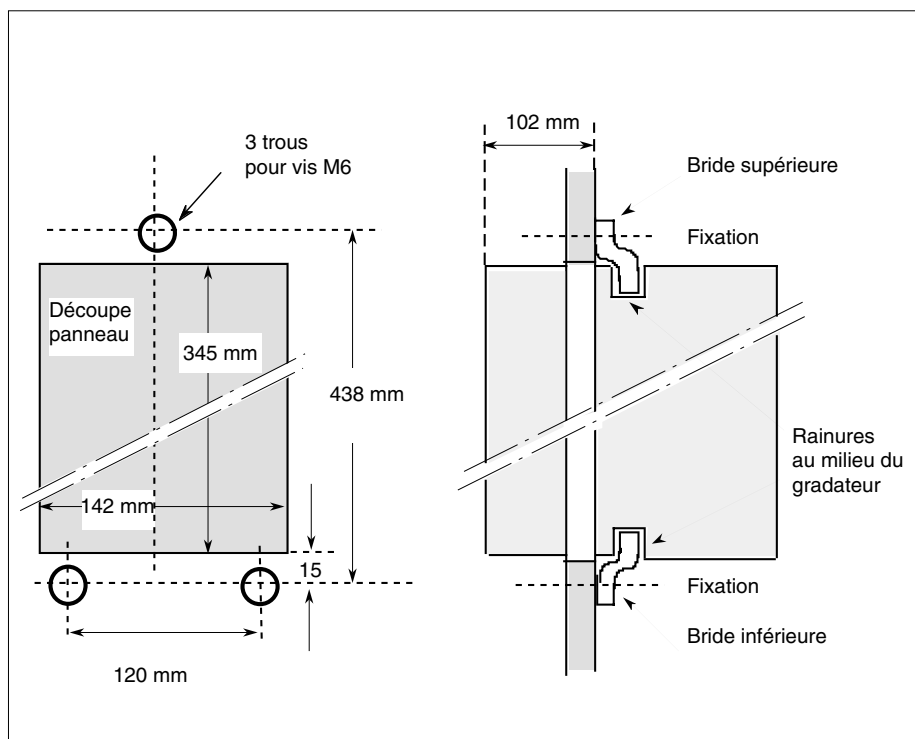

Figure 2-4 Cotes de perçage, découpe et fixation du gradateur TU1450
- Fixer la bride inférieure sur le panneau par **deux** vis **M6** en respectant les cotes de perçage données (figure 2-4).